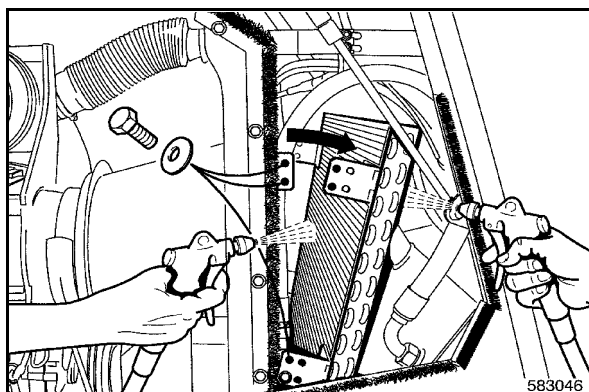

Fig. 154
- Dévisser les vis de fixation du condensateur (Fig. 154) puis le rabattre vers l'avant.